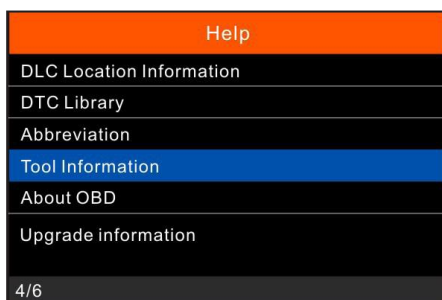

Figura 7-4
7. Seleccione [Información de herramienta], presione [OK].(Figura 7-4)